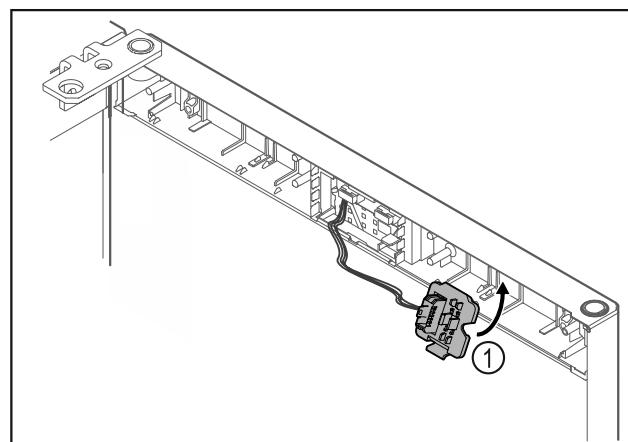

Fig. 23
► Установите и зафиксируйте держатель штекера Fig. 23 (1) на противоположной стороне.